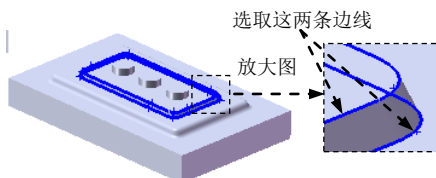

图 17.8.17 圆角 3
Step10. 创建图 17.8.17 所示的圆角 3。选取图 17.8.17 所示的两条边线为圆角放置参照，圆角半径为 2.0。